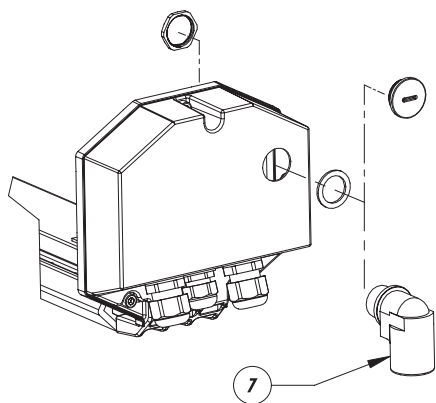

Fig. 1
- Svitare il tappo in plastica PG 13.5 posto sul fondo posteriore della custodia mantenendo fermo il controdado interno (Fig. 1).
- Inserire il filtro aria in dotazione al kit (7), con la guarnizione, e bloccarlo sul fondo posteriore della custodia con il controdado interno (Fig. 1).
- Dévisser le bouchon en plastique PG 13.5 placé sur le panneau postérieur du caisson en maintenant le contre-écrou interne (Fig. 1).
- Installer le filtre à air fourni avec le kit (7) avec la garniture, et le bloquer sur le panneau postérieur du caisson au moyen du contre-écrou interne (Fig. 1).
- Unscrew the PG 13.5 on the rear cover plate of the housing, holding still the lock nut on the inside (Fig. 1).
- Insert the air filter supplied with the kit (7), with the gasket, and lock it to the rear cover plate of the housing using the lock nut on the inside (Fig. 1).
- Den Plastikstopfen PG 13.5 abschrauben, der sich auf der hinteren Abdeckplatte des Gehäuses befindet. Dabei wird die innenliegende Kontermutter festgehalten (Fig. 1).
- Den beiliegenden Luftfilter (7) mitsamt der Dichtung einsetzen und mit der innenliegenden Kontermutter an der hinteren Abdeckfläche des Gehäuses befestigen (Fig. 1).